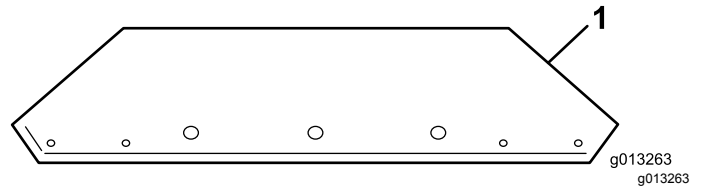
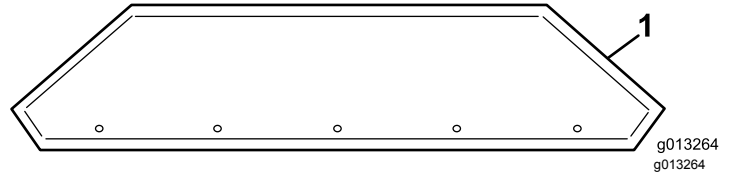

Bild 10
Bild 11
- Nehmen Sie die Füllkastenverlängerungen aus der Kiste und identifizieren Sie vorne und hinten (Bild 10 und Bild 11).